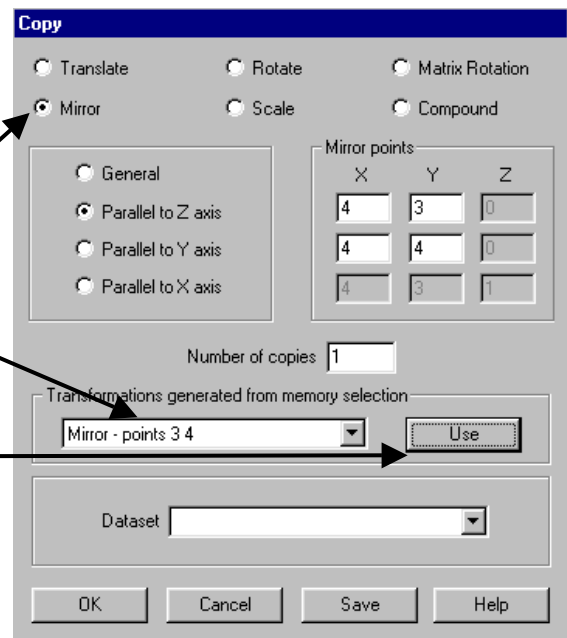

Fig. 31
- în caseta de dialog se alege copierea în oglindă (**Mirror**) (fig. 31)